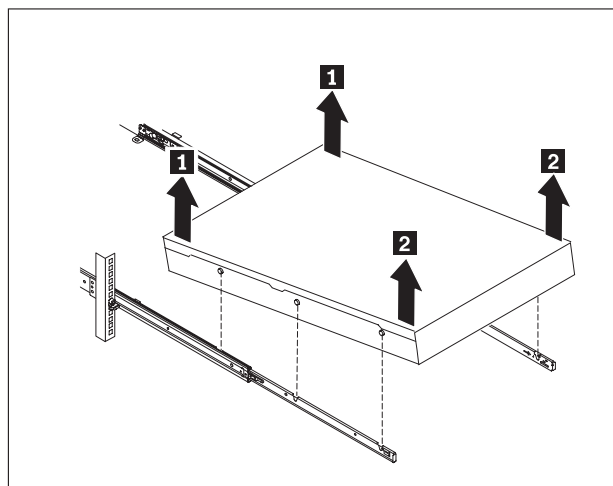

Figura 21. Cómo levantar el dispositivo para extraerlo de los rieles de deslizamiento
2. Levante el dispositivo para separarlo de los rieles de deslizamiento, tal como se muestra en la Figura 21 en la página 57.